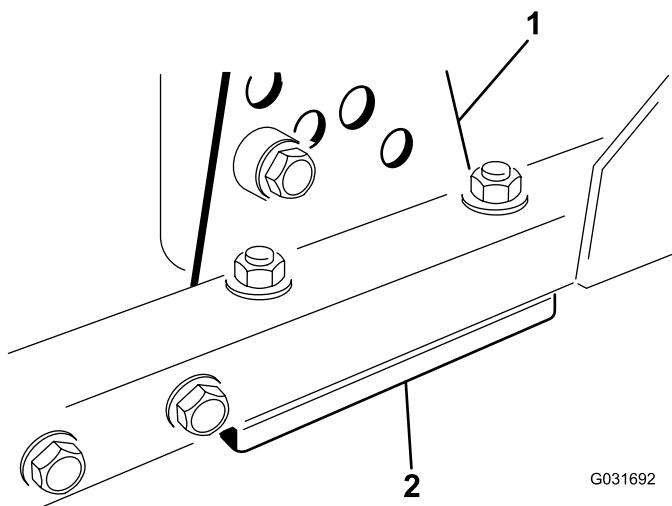

図 100
1. 刈り高ブラケット前、左、右のうち1つをデッキのフレームから外す図 100。
2. デッキフレームとブラケットとの間に厚さ 1.5 mm または 0.7 mm のシム、場合によってはこれらの両方を挿入して、希望する刈高を達成する図 100。